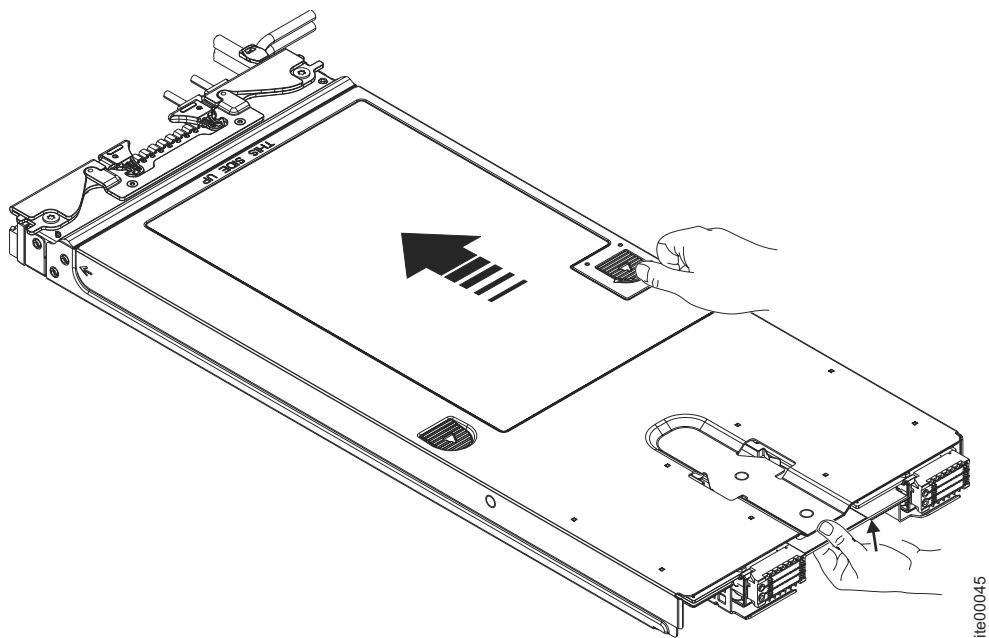

Figura 34. Instalação da Tampa
3. Ao empurrar cuidadosamente para baixo na parte traseira da tampa da caixa, arraste a tampa para a posição fechada até que ela faça um clique no local. Consulte o Figura 34 na página 56.